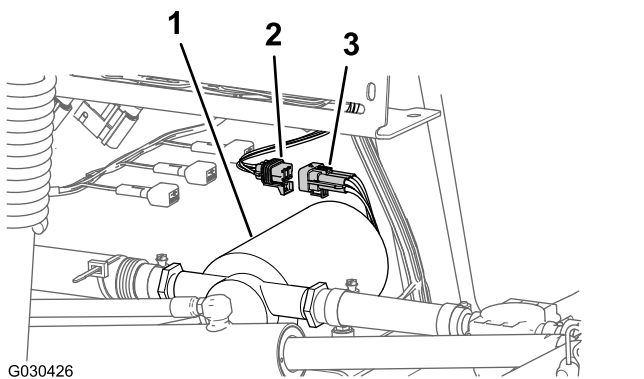

图 14
2. 从机器后主线束的 6 插槽接头中断开冲洗泵线束的 6 针接头 图 14。